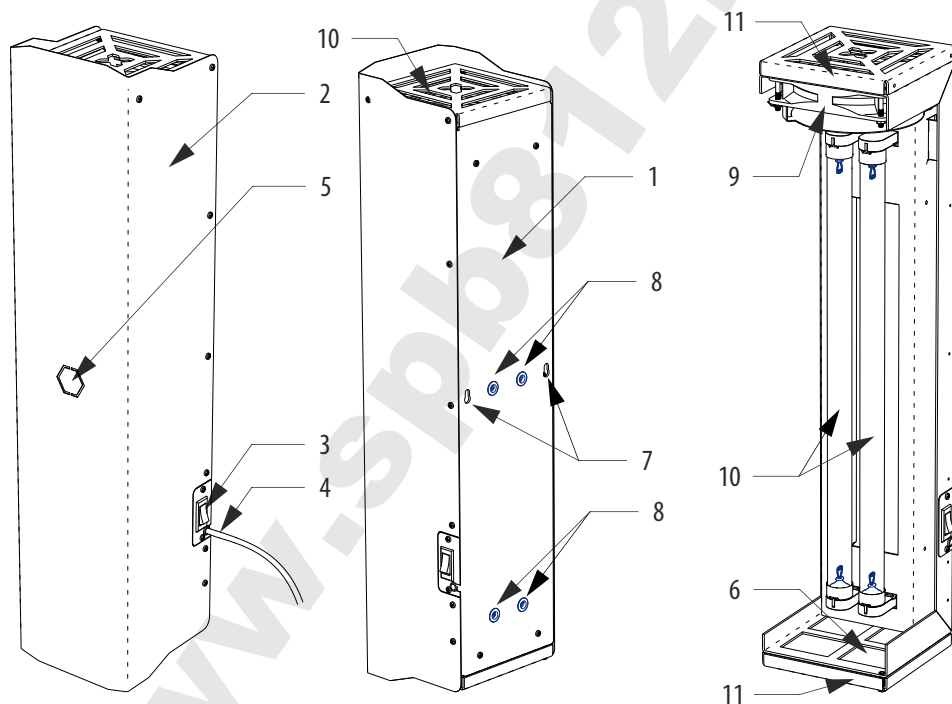

Рисунок 1. Общая конструкция очистителя воздуха ОВУ-03.
- 6.3. Измерьте межцентровое расстояние расстояние между проушинами 7 (см. рис.1). С помощью уровня и линейки (рулетки) разметьте на стене отверстия для монтажа. Выберите крепёж в соответствии с материалом стен: шурупы для деревянных стен или стен из древесных материалов; дюбеля с шурупами для бетонных, кирпичных или газосиликатных стен; специальный крепёж для стен из ГКЛ.